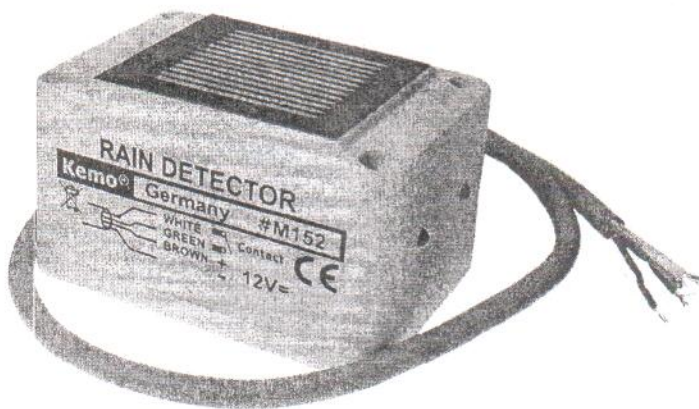
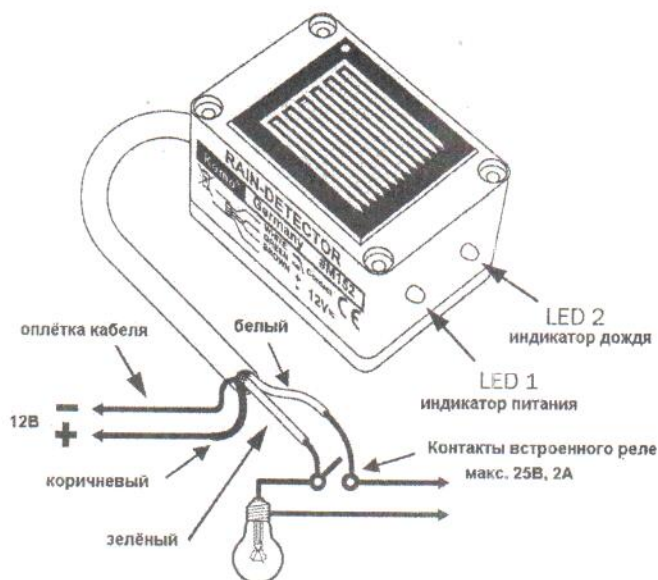

Рис.1. Общий вид модуля
Рис.2. Схема подключения модуля
Общий вид модуля показан на рис.1., схема его подключения – рис.2.
- белый и зелёный провода кабеля являются выводами нормально разомкнутых контактов встроенного реле. Контакты встроенного реле рассчитаны на переключение нагрузки напряжением до 25В и током до 2А. В качестве нагрузки может использоваться, например, автомобильная лампа 12В (см. рис.2.). Если требуется управлять более мощными нагрузками (например, сетевыми), то необходимо подключить внешнее реле, рассчитанное на соответствующую мощность. Обмотка дополнительного реле подключается вместо лампы согласно рис. 2.;